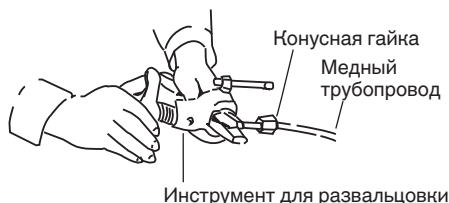

Рис. 5-3
- (3) Открутите конусную гайку с блока и установите ее на медную трубу.
- (4) Сделайте коническое соединение на конце медной трубы с помощью инструмента для развальцовки. (Рис. 5-3)